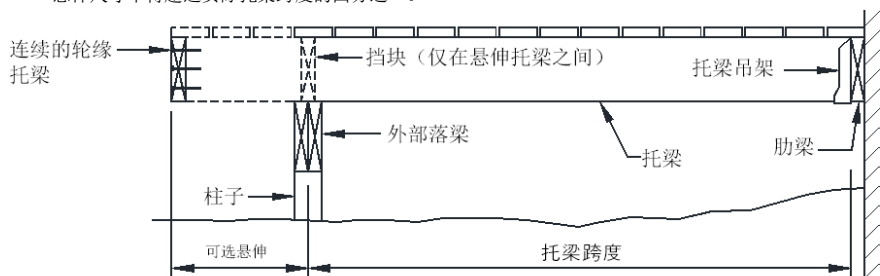

图 5: 单跨露台 - 托梁连接在带悬臂梁的房屋
- 单跨露台由托梁构成，托梁之间有一个跨度（不包括悬挑），如图 5 和 6 所示。如图 7 和 8 所示，多跨露台有超过一个跨度的托梁，这些托梁承托在多根梁上。
- 如图所示，在托梁末端固定一个连续的轮缘托梁或挡块，如图 5、7和 9 所示。用 3 个 10d 钉子或 3 个 #10 x 3 英寸木螺钉将轮缘托梁固定到每个托梁的末端。